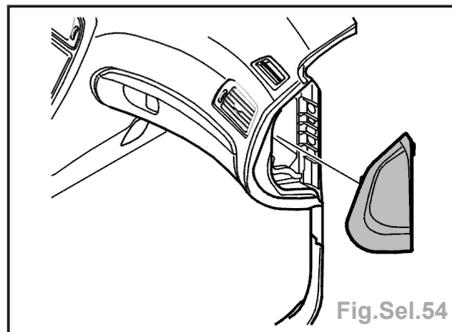

Fig.Sel.54
- Déposer les caches d'extrémité des deux côtés (Fig.Sel.54).